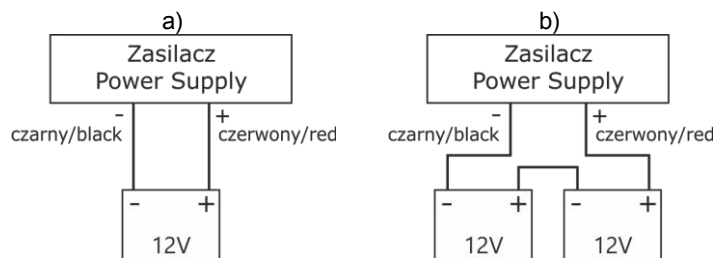

Fig. 3 Collegamento delle batterie a seconda della versione di tensione dell'alimentatore:
6. Montare la batteria nell'apposito vano dell'involucro. Collegare le batterie con l'alimentatore prestando particolare attenzione alla corretta polarità e al tipo di connessioni (Fig. 3):